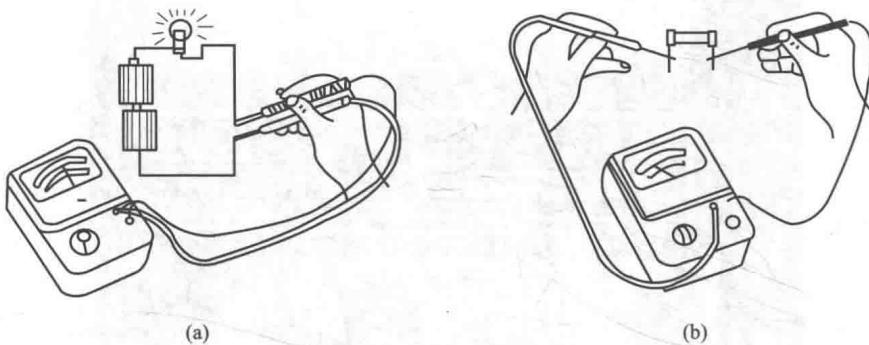

图 1.2.2 万用表表笔的握法
(1) 指针式万用表使用前应先观察指针是否在零位，如果指针有偏移，可通过表盘下方的机械调零螺栓调节。
(2) 测量时要正确使用表笔，握法如图 1.2.2 所示。手不能触及表笔的金属部分，以保证人身安全和测量的准确度。